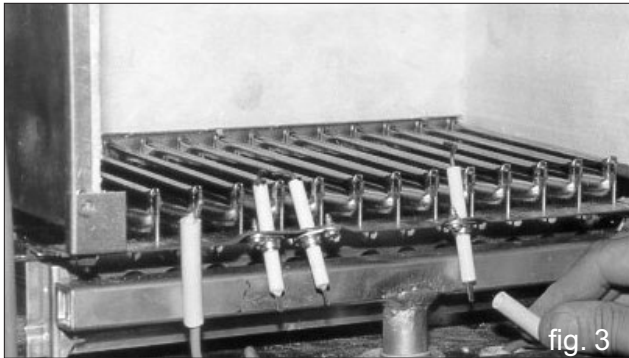

fig. 3
- Staccare dalle candeline del bruciatore, previa rimozione delle protezioni, il filo color rosso di rivelazione ionizzazione ed i fili color azzurro di accensione (fig. 3).